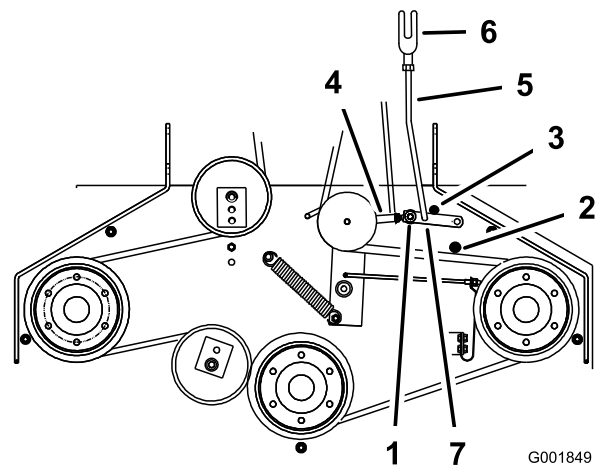

Figure 48
5. Vérifiez que le bras d'assistance est en appui contre la butée arrière sur le plancher (Figure 48).
7. Le bras d'assistance doit toucher la butée avant sur le tablier. Dans le cas contraire, réglez le levier coudé pour le rapprocher du renfort (Figure 48).
8. Pour ajuster la biellette du bras d'assistance, enlevez la goupille fendue du bras d'assistance (Figure 48).
11. Installez la biellette dans le bras d'assistance et fixez-la avec la goupille fendue (Figure 48).